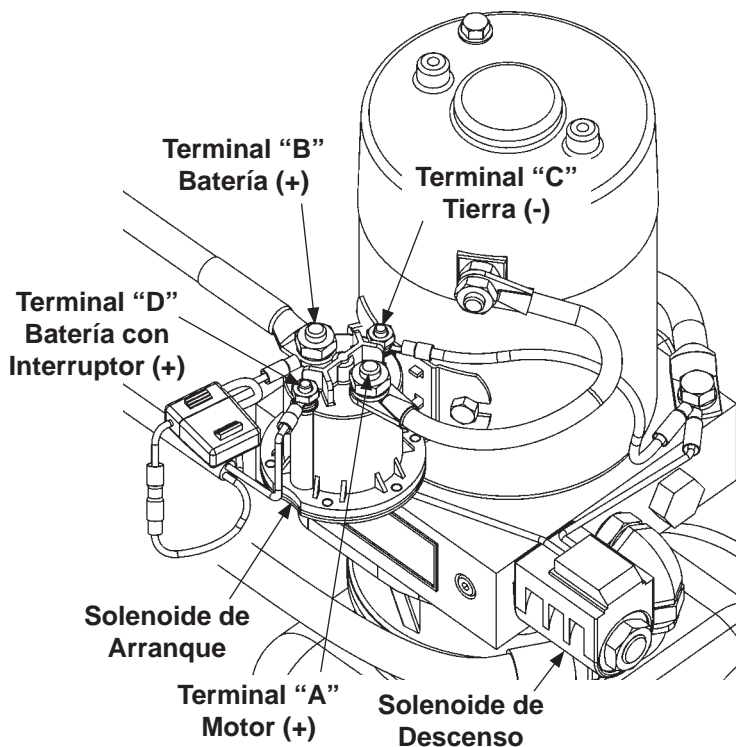

FIG. 32-1
1. Conecte un voltímetro a la terminal "B" del solenoide (**FIG. 32-1**) para verificar que esté energizado. Recargue la batería si la lectura del voltaje es menor a 12.6 V.
3. Coloque un cable de puente a las terminales "B" & "D" (**FIG. 32-1**). Si el motor arranca, inspeccione el interruptor y sus conexiones, así como también el cable blanco. Inspeccione y corrija las conexiones del cableado o reemplace el interruptor.
4. Coloque un cable de puente más potente a las terminales "A" & "B" (**FIG. 32-1**).